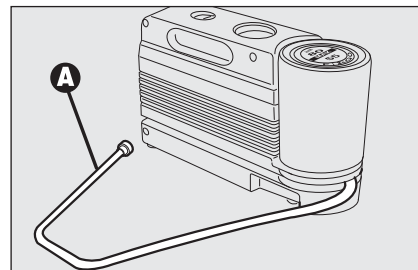
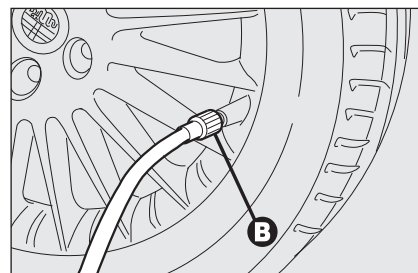

fig. 17
fig. 18
- ☐ svitare il cappuccio dalla valvola del pneumatico, estrarre il tubo flessibile di riempimento **A-fig. 17** ed avvitare la ghiera **B-fig. 18** sulla valvola del pneumatico;